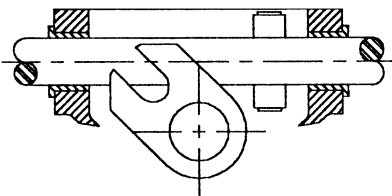

Figura 7
- F. Rode a biela de 90°, para permitir o acesso ao anel de retenção (11), como se ilustra na FIGURA 7.
- G. Remova o anel de retenção e o rolamento (10). Depois, rode o veio da biela de 180° e remova o conjunto do casquilho e cavilha axial.
- H. Remova a biela (4) e os casquilhos da biela (7).
- D. Lubrifique com "WD40" e instale cuidadosamente a biela (4), certificando-se de que esta não risca as superfícies de vedação quando escorregar através do conjunto da forquilha.
- E. Oscile de modo claro a forquilha na direcção do lado esquerdo da carcaça, como se ilustra na FIGURA 7.
- F. Monte o sub-conjunto constituído por uma cavilha axial (9), um rolamento de rolos (10) e um anel de retenção (11). Pré-lubrifique todo o sub-conjunto com uma massa lubrificante de alta temperatura, como por exemplo, a massa lubrificante "Whitmore's Omnitemp II".
- G. Instale o sub-conjunto do rolamento de rolos cilíndricos como se ilustra na FIGURA 7. Rode a biela de 180° e monte o segundo rolamento de rolos cilíndricos e o anel de retenção. Aplique uma quantidade significativa de massa lubrificante de alta temperatura sobre o rolamento de rolos cilíndricos e no interior da área de desgaste da forquilha.